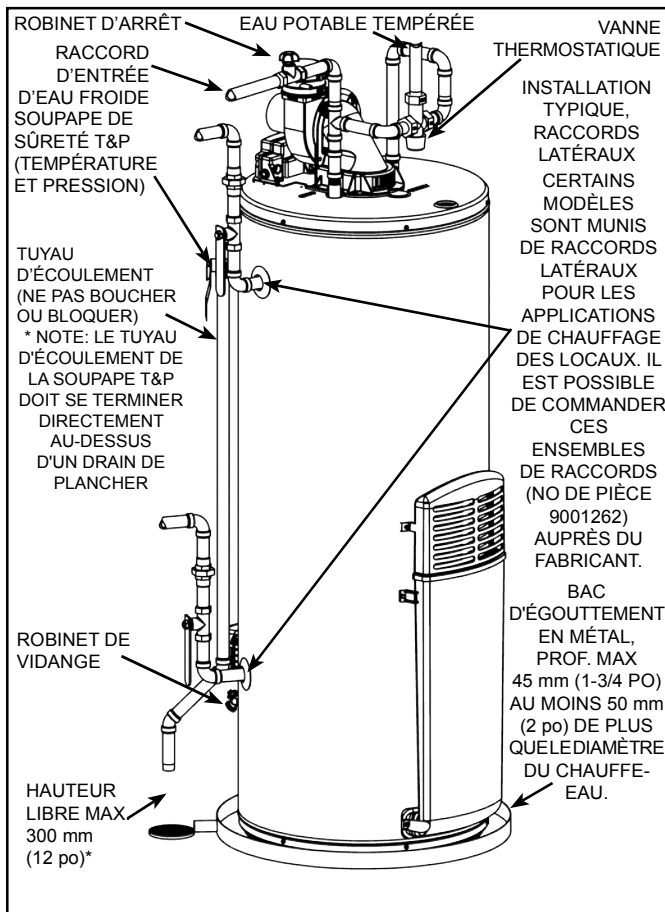
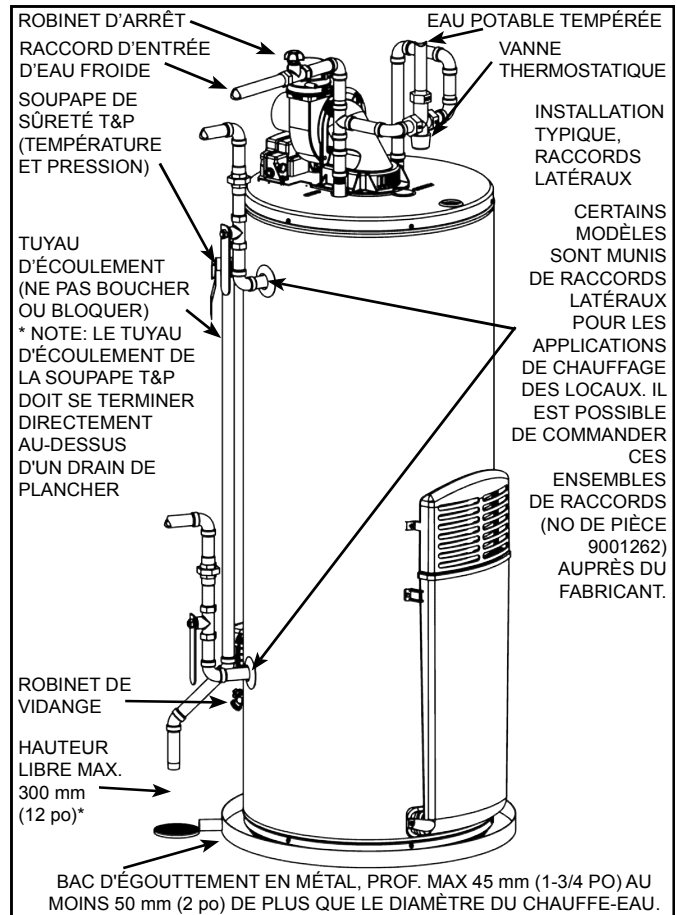

Figure 8.
Figure 9.
À la livraison, les raccords latéraux des modèles pour le chauffage combiné sont **FERMÉS** (items 18 et 20, dans Figure 1, voir aussi Figure 8 et Figure 22). Si le chauffe-eau est utilisé dans une application de chauffage combiné nécessitant des raccordements latéraux, **il faut retirer** les bouchons les obstruant.
En plus de régler l'appareil à la plus faible valeur permettant de satisfaire vos besoins en eau chaude, vous pourriez installer une vanne thermostatique directement à la sortie du chauffe-eau (voir Figure 8 et Figure 9) ou des robinets thermostatiques aux points d'utilisation. Les robinets et vannes thermostatiques sont vendus dans la plupart des plomberies et quincailleries. Consultez un installateur qualifié ou un centre de service. Suivez les directives d'installation du fabricant du robinet ou de la vanne thermostatique. Avant de modifier les réglages d'usine du thermostat, veuillez lire la section "Fonctionnement du système de commande de la température" du présent manuel.